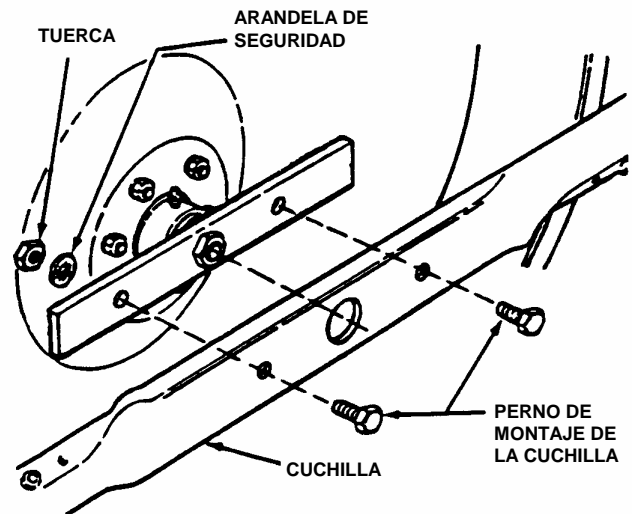

FIGURA 4.11
5. Inspeccione la condición de la cuchilla. Vea la figura 4.11.
8. Vuelva a instalar la cuchilla. Vea la figura 4.11. Apriete los pernos de montaje de la cuchilla al rango recomendado de 40 a 50 N.m.
4. Retire la cuchilla. Vea la figura 4.11.